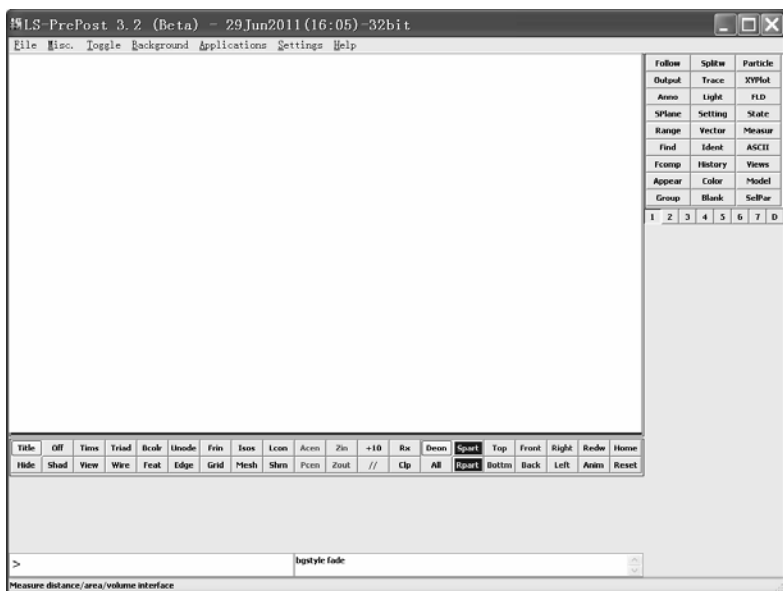

图 1-58 LS-PREPOST 的操作界面 (2)
(2) 单击键盘上的“F11”键, 切换 LS-PREPOST 的操作界面(见图 1-58)。单击 LS-PREPOST 操作界面上部的下拉菜单“Background”, 接着单击“Plain”, 操作界面的背景变为白色。